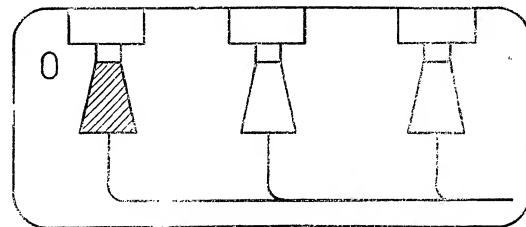

Рис. 3
1. Для быстрого нагрева втулка с электрошнуром другого цвета присоединяется к штифту О, а две с электрошнурами одинакового цвета — к остальным штифтам (рис. 3).